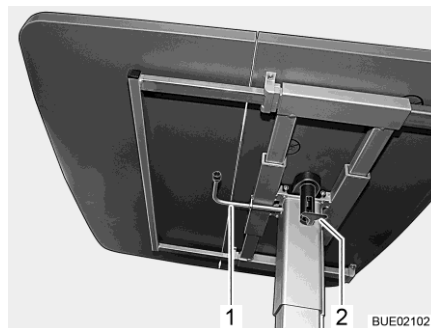

Bild 130 Hubtisch
- Den Verriegelungshebel (Bild 130,2) nach unten klappen.
- Den Hebel (Bild 130,1) unter der Tischplatte um 180° im Uhrzeigersinn schwenken. Der Hubmechanismus im Tischfuß wird entriegelt.
- Den Hebel (Bild 130,1) unter der Tischplatte um 180° im Uhrzeigersinn schwenken. Die Tischplatte fährt selbsttätig bis zum Endanschlag nach oben.